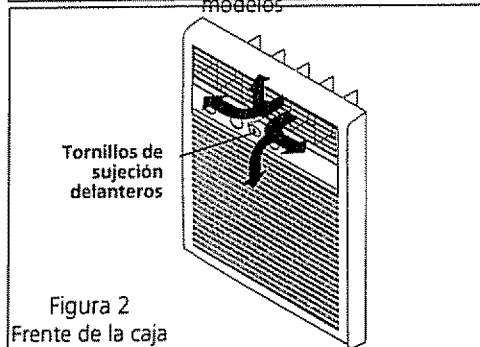

Figura 2
3. Apriete con fuerza sobre los lados de la caja metálica cerca del frente y aproximadamente en la mitad desde la parte superior del frente para la Figura 1, o hasta 2/3 desde la parte superior del frente para Figura 2